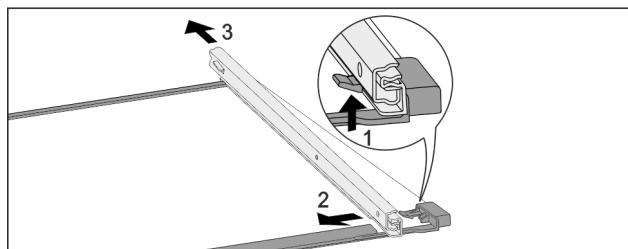

Fig. 81 Скляна пластина з рейками
- Натиснути передній гачок-фіксатор вгору. Fig. 81 (1)
- Виштовхніть виїзну рейку в сторону Fig. 81 (2) та назад Fig. 81 (3).